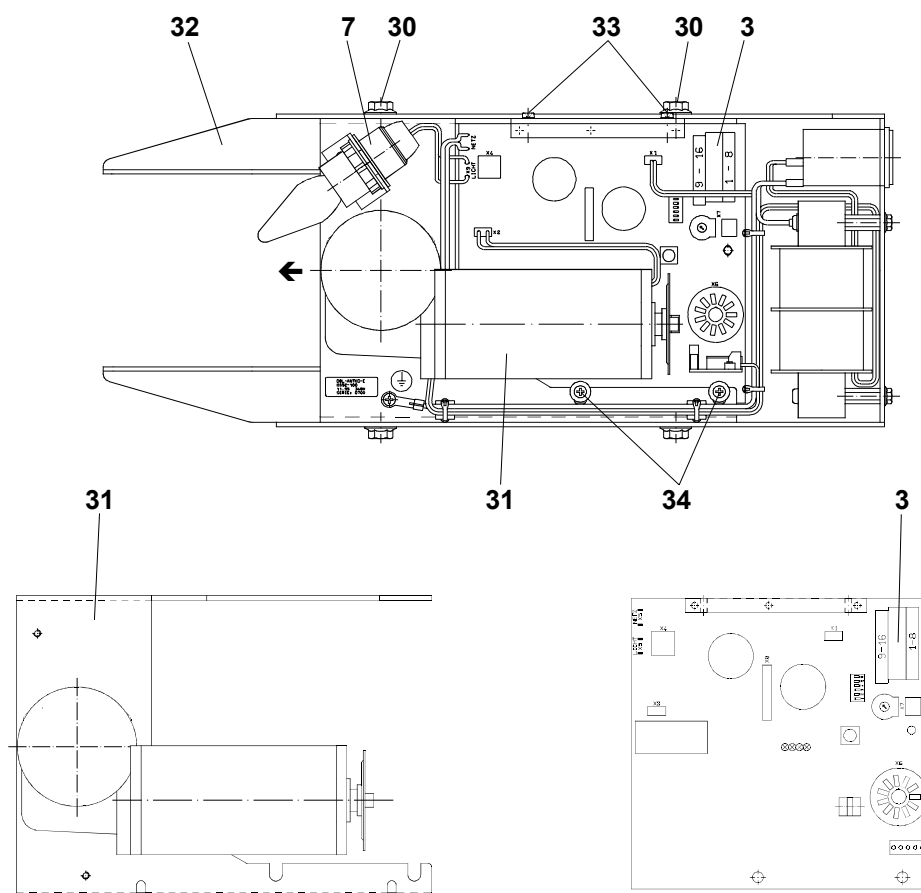

Fig. 15
- Allentare le viti (30).
- Spingere in avanti nel senso della freccia l'unità motrice (31) ed il comando (3) e sganciare la catena dal pignone.
- Estrarre dalla scatola (32) l'intera unità motrice (31) con il comando (3).
- Allentare le viti con intaglio a croce (33) e (34) del comando (3), rimuovere il comando (3).
- Svitare il portalampada (7). Fig. 15